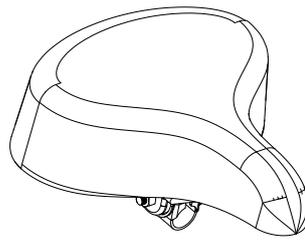

Abb. 22
- Kindersattel Abb. 22. Ein Sattel wird für Kinder nur dann montiert, wenn sie keine Rückenstütze benötigen.